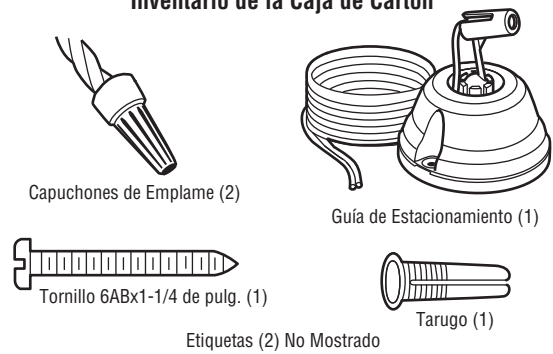

Figura 1
2. Determine el lugar de montaje en el techo o cerca del techo y fije la guía de estacionamiento con el tarugo y el tornillo suministrados (Figura 1).